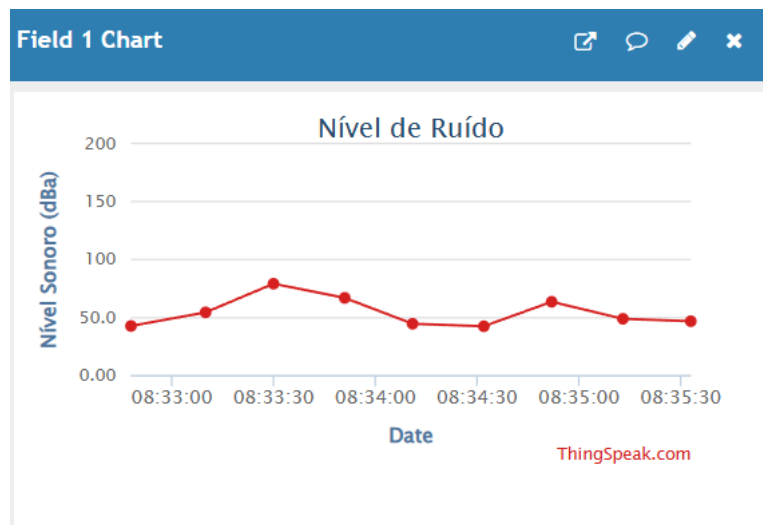

Figura 5: Exemplo de visualização dos dados no canal ThingSpeak
- Acesse seu canal no ThingSpeak para visualizar os dados sendo registrados e plotados em gráficos, como exemplificado na Figura 5.